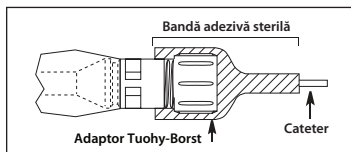

Figura 8
- Capătul cu adaptor Tuohy-Borst al ecranului anticontaminare al cateterului trebuie fixat cu bandă adezivă sterilă pentru a preveni mișcarea cateterului (consultați Figura 8).